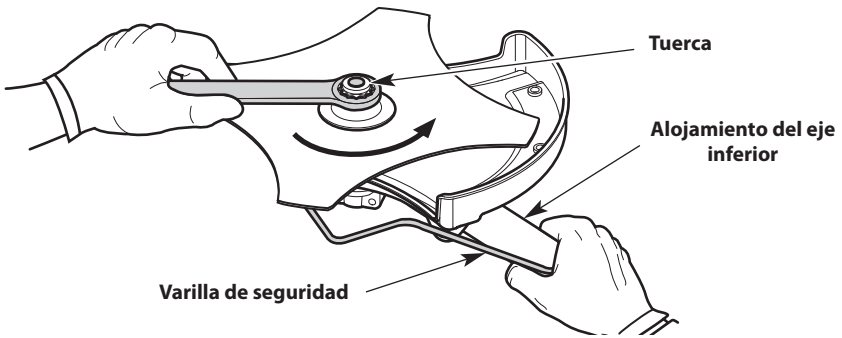

Fig. 18
7. Ajuste la tuerca **en sentido contrario a las agujas del reloj** con una llave de tuercas (Fig. 18):